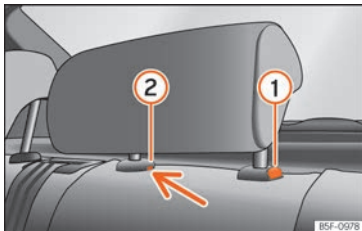

**Fig. 149** Poggiatesta per il sedile posteriore centrale: punto di sblocco.
- Per regolare il poggiatesta ad un'altezza inferiore, premere il tasto ① » » » fig. 149 e farlo scorrere verso il basso.